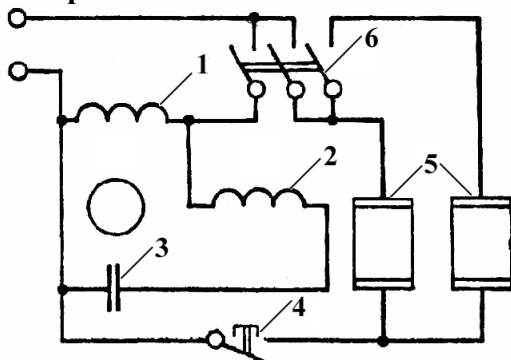

Рис.2
8. Перечислите основные элементы электротепловентилятора (рис.2):